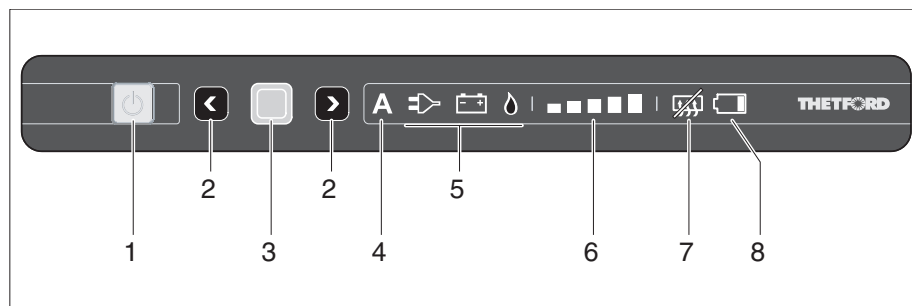

Bild 237 Bedien- und Anzeigeelemente für den Kühlschrank (Thetford ohne SES)
- Den Taster (Bild 237,1) drücken. Der Taster leuchtet grün auf. Taster erneut drücken, um die aktuellen Einstellungen anzuzeigen.
- Den Taster (Bild 237,1) drücken und halten. Alle Lampen erlöschen.
Ist der Automatikbetrieb angewählt, leuchtet im Bedienfeld die Automatikbetriebs-Anzeige (Bild 237,4) und die beste verfügbare Quelle (Bild 237,5).
- Bestätigungstaste (Bild 237,3) drücken und halten. Die Betriebsarten-Symbole (Bild 237,5) beginnen zu blinken.
- Mit den Auswahltasten (Bild 237,2) den Gasbetrieb auswählen und mit der Bestätigungstaste (Bild 237,3) Auswahl übernehmen.
- Mit den Auswahltasten (Bild 237,2) den 230-V-Betrieb auswählen und mit der Bestätigungstaste (Bild 237,3) Auswahl übernehmen.
- Mit den Auswahltasten (Bild 237,2) den 12-V-Betrieb auswählen und mit der Bestätigungstaste (Bild 237,3) Auswahl übernehmen.
- Bestätigungstaste (Bild 237,3) drücken und halten.
Die Betriebsarten-Symbole (Bild 237,5) beginnen zu blinken.
- Bestätigungstaste (Bild 237,3) erneut drücken.
Die Kühlstufenanzeige (Bild 237,6) beginnt zu blinken.
- Mit den Auswahltasten (Bild 237,2) die gewünschte Kühlstufe wählen und mit der Bestätigungstaste (Bild 237,3) Auswahl übernehmen.